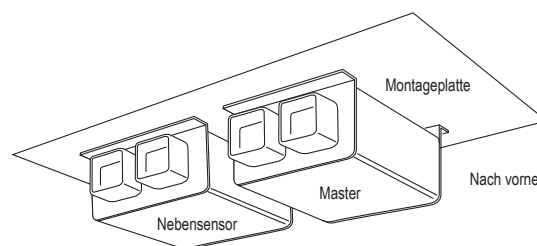

Abbildung 4
6. Positionieren Sie die Geräte unter der Montageplatte und richten Sie die Löcher in der Montageplatte an den Montagelöchern an den Geräten aus. Vernieten Sie die Geräte sicher. Siehe ABBILDUNG 4.